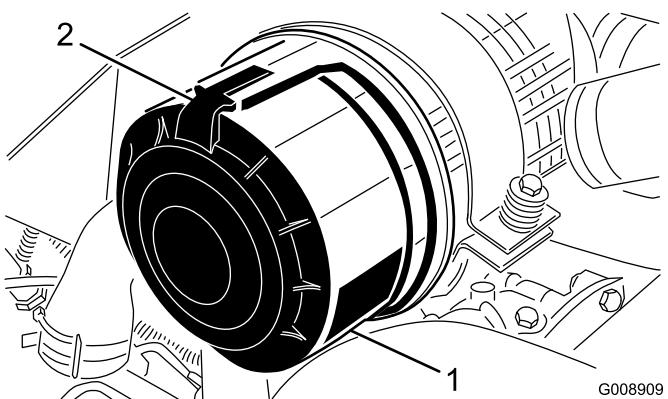

図 59
- エアクリーナのカバーをボディーに固定しているラッチを外す（図 59）。